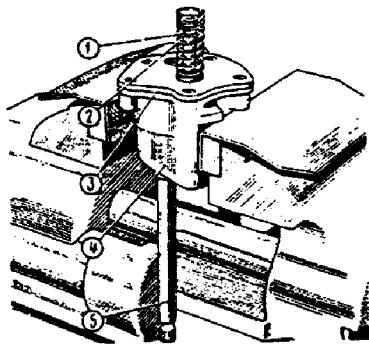

Fig. 2-68. Componentes da bomba de óleo.
remover a tampa 3 (fig. 2-68), do corpo da bomba; remover igualmente o eixo, juntamente com a engrenagem motora e engrenagem movida.
- após a instalação, os casquilhos deverão ter o seu diâmetro interno acabado, com o auxílio do alargador A.90353, de modo a permitir o correto ajuste da folga com o eixo, e garantir a perfeita coaxialidade entre os casquilhos (as dimensões, após alargamento, estão ilustradas na fig. 2-68).